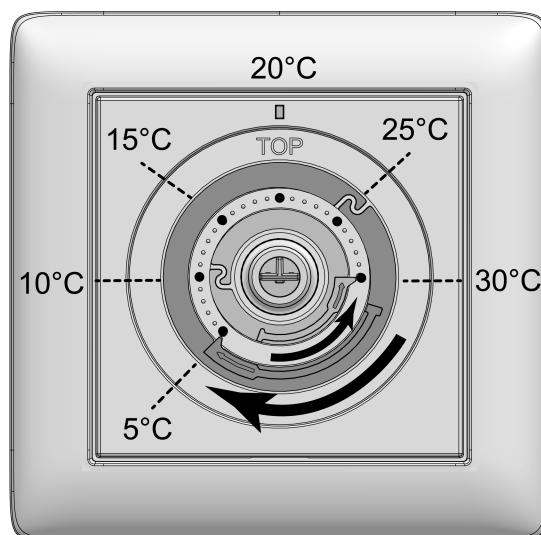

Figura 4: Anelli di regolazione per la limitazione della temperatura
Nella posizione centrale, il dispositivo regola a ca. 20 °C la temperatura nominale. La temperatura ambiente così raggiunta dipende dal luogo di installazione del dispositivo e dalla condizioni ambientali. La temperatura nominale minima è pari a ca. 5 °C e la temperatura nominale massima di ca. 30 °C (Figura 4).
- Estrarre il pulsante di comando (5) dalla piastra centrale (4) in modo che gli anelli di impostazione (7) siano visibili (Figura 4). I valori di temperatura raffigurati nell'immagine servono per l'orientamento.